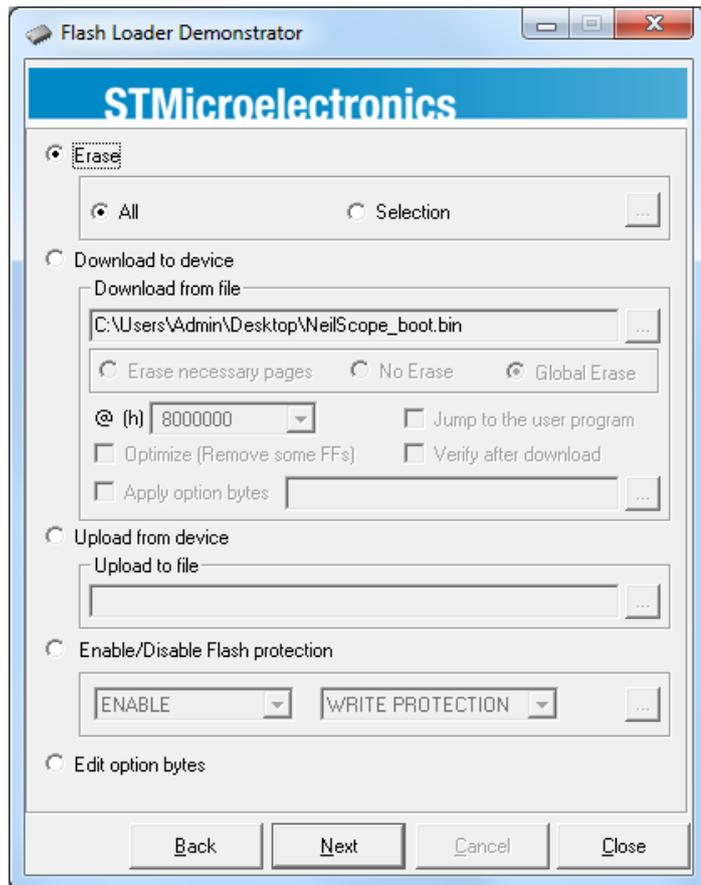

Рис.8 Выбор операции стирания микроконтроллера
9. В следующем окне выбираем операцию стирания «Erase» и область стирания «All» (Рис.8). Нажимаем кнопку «Next» и программа «Flash Loader Demonstrator» выполнит полное стирание flash памяти микроконтроллера.